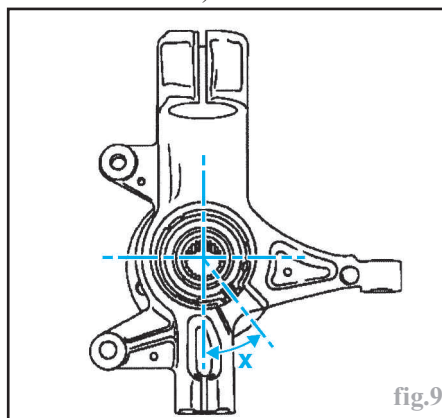

fig.9
- reposer le support du capteur de vitesse de roue et le positionner à un angle (X) de $35 \pm 5^\circ$ par rapport à la verticale, dirigé vers l'arrière et vers le bas (fig.9),